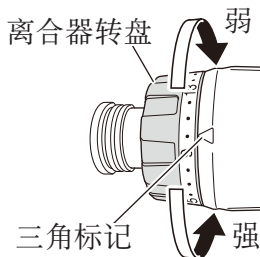

图13
7. 确认离合器转盘的位置（图13）
(2) 旋紧转矩的指示（图13）
(3) 调节旋紧转矩（图13）